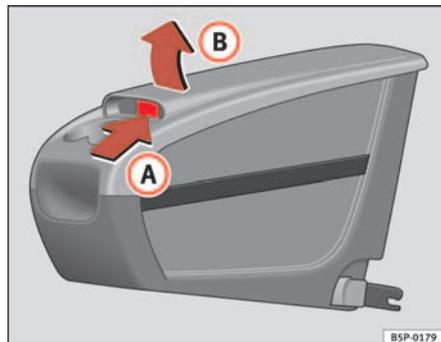

Fig. 112 Cassetto portaoggetti estraibile. Apertura
- Sollevare il coperchio **B** attraverso la zona **A** ⇒ fig. 112.